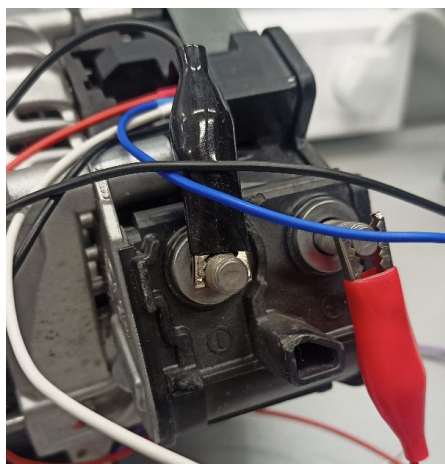

Рисунок 29. Подключение диагностического кабеля к силовым клеммам
2.2. Подключите красный зажим к В+ и черный зажим к В- к силовым клеммам генератора см. рис. 29.